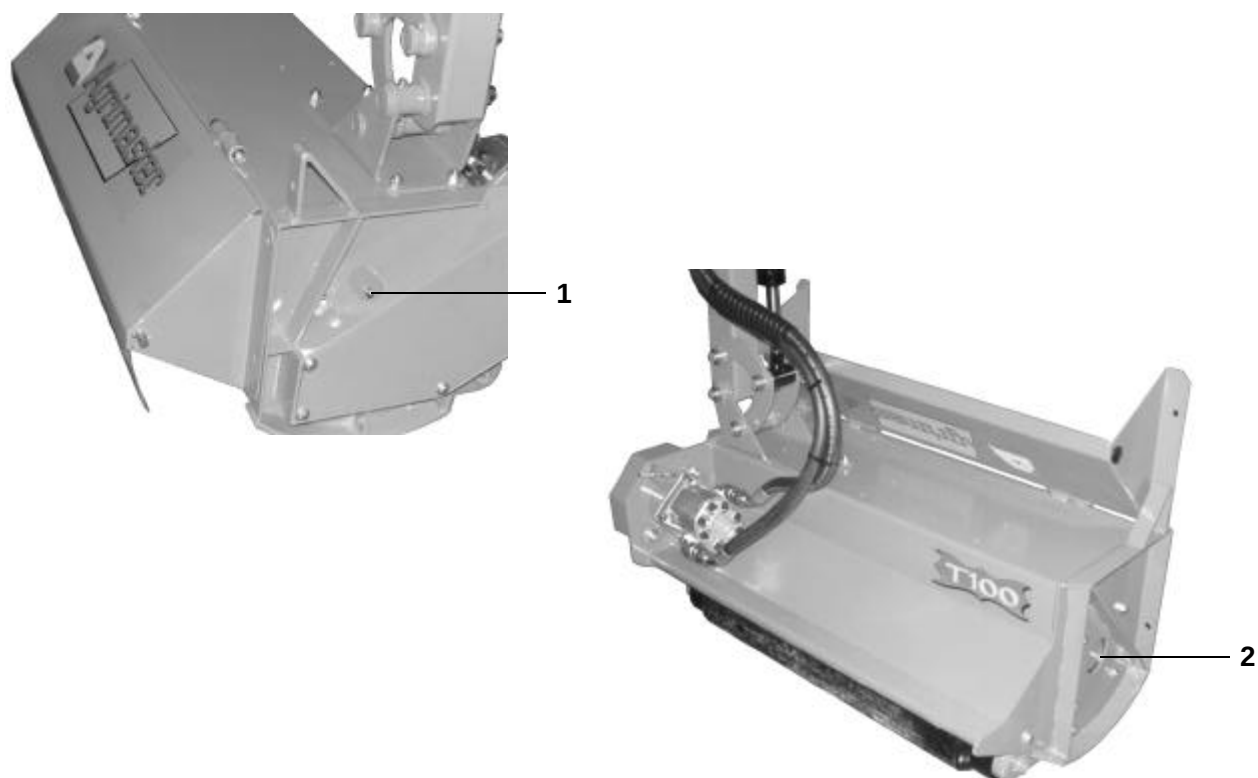

Fig. 8-3 Punti di ingrassaggio - Lubrication points
- Iniettare grasso tipo **ROLOIL "ISOMOV-MS/2"** o equivalente negli ingrassatori **1** e **2** (Fig. 8-3).
- Inject **ROLOIL "ISOMOV-MS/2"** lube or equivalent in the lubricators **1** and **2** (Fig. 8-3).